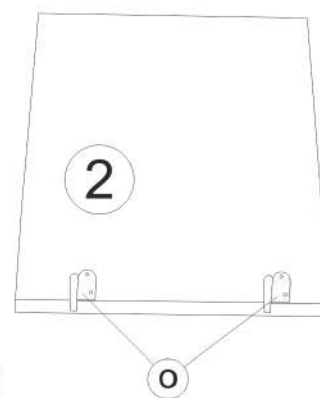
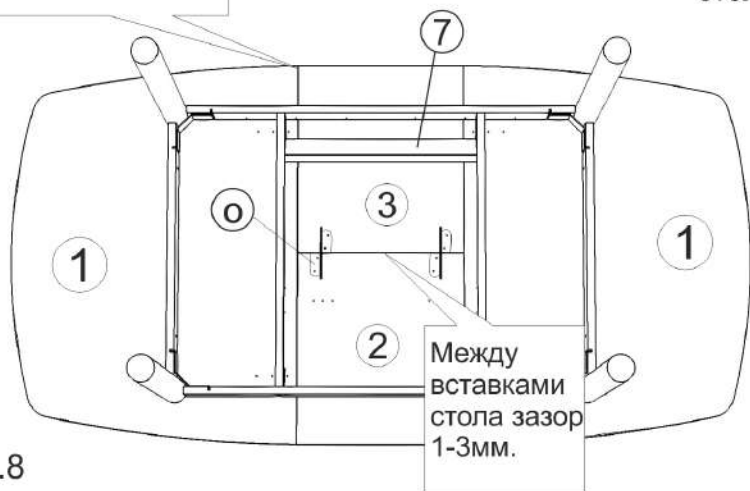

рис.6
рис.8
12. К верхней вставке (2) стола (она с наколками), присоединяем петли (о) саморезами (к), рис. 6, ориентируясь на наколки.
13. На пол кладем столешницы (1) наколками вверх. Сверху кладем каркас стола. Столешницы (1) крепим к механизму шариковому саморезами (к), ориентируясь на наколки.
14. Раздвигаем столешницы. Под каркас кладем обе вставки стола как показано на рис.8.
15. Выравниваем внешние края деталей (2,3) и (1).
16. Между вставками стола в центре должно быть расстояние 1-3мм для складывания (см. рис. 8).